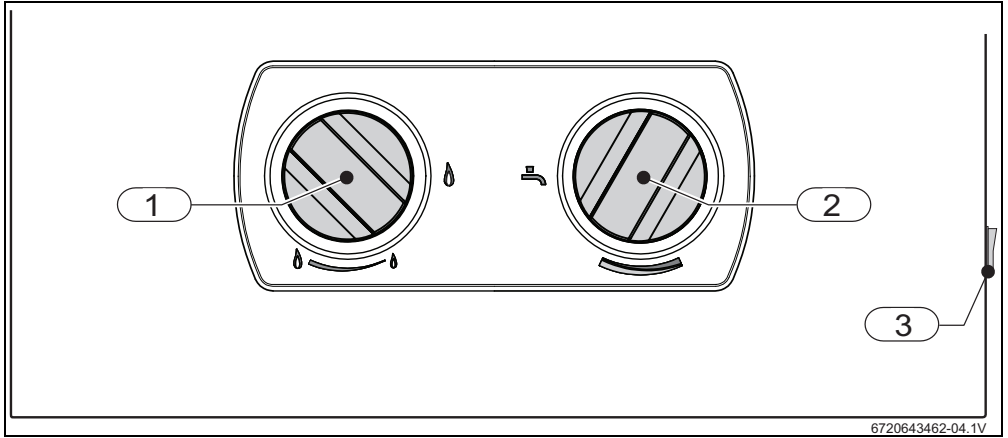

Fig. 4
- ▶ Coloque el interruptor principal (→ Fig. 4, pos. 3) en posición de funcionamiento.